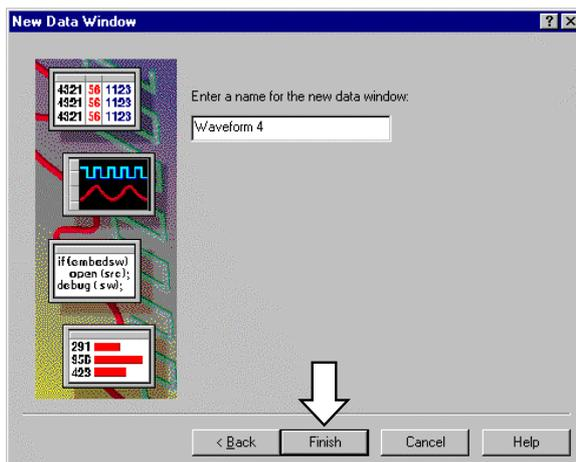

図 3-17 : データ・ウィンドウの名前を定義するためのダイアログ・ボックス
4. 図 3-17 のダイアログ・ボックスが現れるので、必要に応じてデータ・ウィンドウの名前を入力（ここでは Waveform 4）し、<Finish>ボタンをクリックして[New Data Window]ウィザードを終了します。